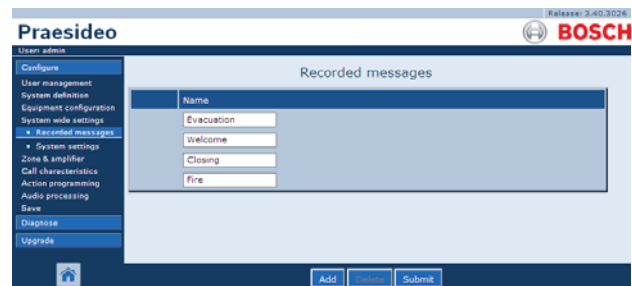

рисунок 45.6: Отмена регистрации сообщения, шаг 1
- Перейдите на страницу *Configure > System wide settings > Recorded messages*, чтобы открыть страницу регистрации сообщений *Recorded messages*. В основной части веб-интерфейса откроется экран, подобный экрану, приведенному на рисунок 45.6.